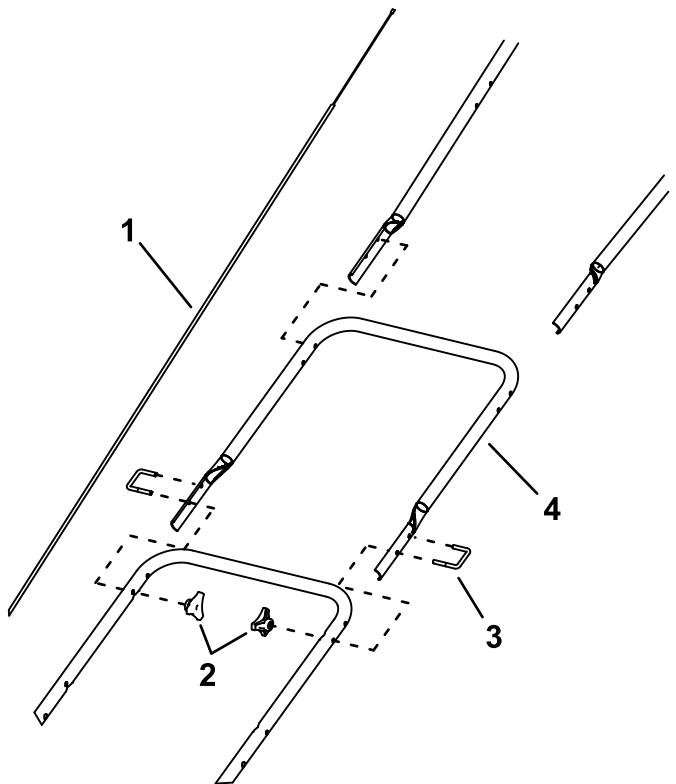

図 4
6. 下部ハンドルに、延長ハンドルを取り付け、ハンドホイール2個とキット付属のUボルト2本で固定する図4。